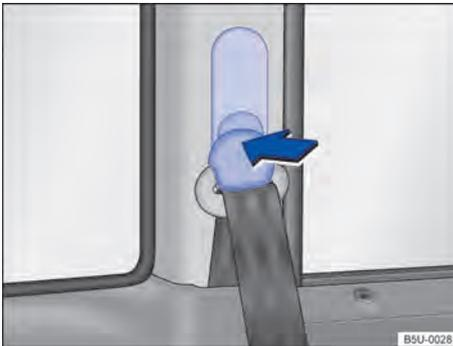

Fig. 31 Ao lado dos bancos: regulagem de altura do cinto de segurança.
- Pressionar o dispositivo regulador no sentido da seta e mantê-lo pressionado → **Fig. 31**.